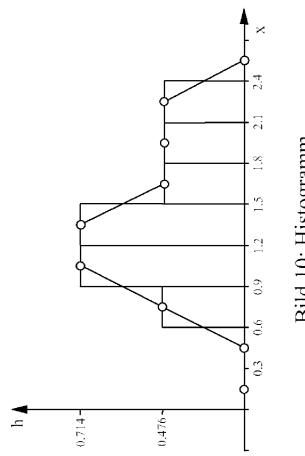

Bild 10: Histogramm
- d) Damit kann das Histogramm und der Polygonzug nach Abbildung 10 gezeichnet werden.